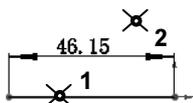

图 2.9.1 线段长度尺寸的标注
Step 3 在系统 **选择一个或两个边线/顶点后再选择尺寸文字标注的位置。** 的提示下，单击位置 1 以选取直线（图 2.9.1），系统弹出“线条属性”对话框。